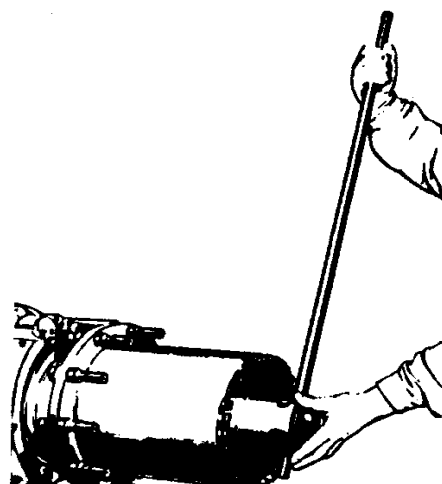

Рис. 9. Сборка соединителя
3. На шлицу поворотного кулака надеть соединитель (14), которой скрепить к поворотному кулаку посредством гайки М90×2 (69) с помощью ключа Т17-402 (рис. 9). Гайки фиксировать стопорным винтом М6×16 (68), завертываемым до уровня гайки в ближайшую канавку соединителя. На зубья соединителя надвинуть опорное колесо колесного редуктора (12).
4. У всех пяти сателлитов редуктора, после установки дистанционного кольца, гнездо оси сателлитов обильно смазать консистентной смазкой, в которое вставляются игольчатые ролики 3×13,8 (62). Сателлит (60) вставить в картер колесного редуктора (13) (держатель сателлитных колес сварен к картеру колесного редуктора) между опорными шайбами сателлитов (63), вставить ось сателлитов (64), который осторожно запрессовать в держатель сателлитных колес до уровня бурта. Проверить плавное вращение всех сателлитов. К собранному картеру колесного редуктора надеть уплотнительное «О»-кольцо 250×3 (59), установить ступицу колеса и затянуть четыре винта М12×25.